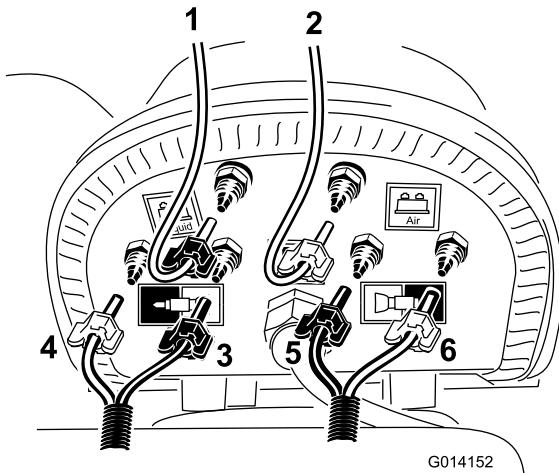

Figure 22
**Remarque:** Raccordez le tube transparent à l'embout **bleu** ou d'eau sur le compresseur illustré à la Figure 22. Fixez les deux tubes avec une bride bleue. La gaine des tubes devra être à nouveau coupée en raison de la longueur du réservoir.
- B. Localisez le flexible de boucle court coupé précédemment et raccordez le tube transparent à l'embout restant sur le bouchon noir du réservoir, comme illustré à la Figure 22.
- D. Localisez le flexible de mousse acheminé vers la rampe gauche et installez les tubes bleu et transparent aux emplacement indiqués à la Figure 22.
- E. Localisez le flexible de mousse acheminé vers la rampe droite et raccordez les tubes bleu et transparent aux emplacement indiqués à la Figure 22.